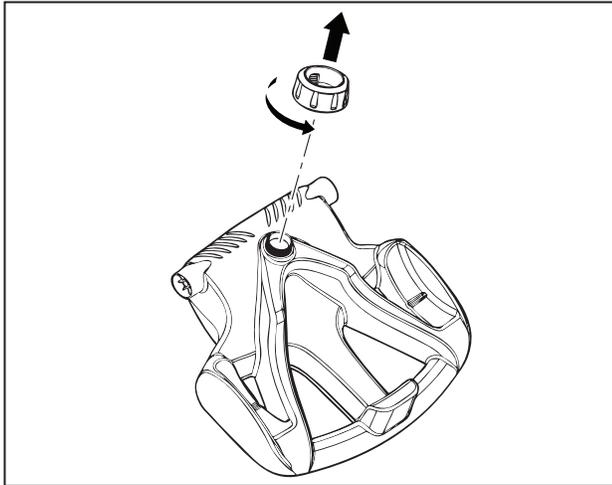

Figura 2. Quite la tuerca de la unidad base
1. Desenrosque la tuerca de la base (Figura 2).